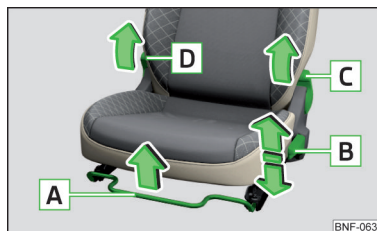

Fig. 52
- Tirare la leva **[D]** » **fig. 52** e ribaltare in avanti lo schienale.